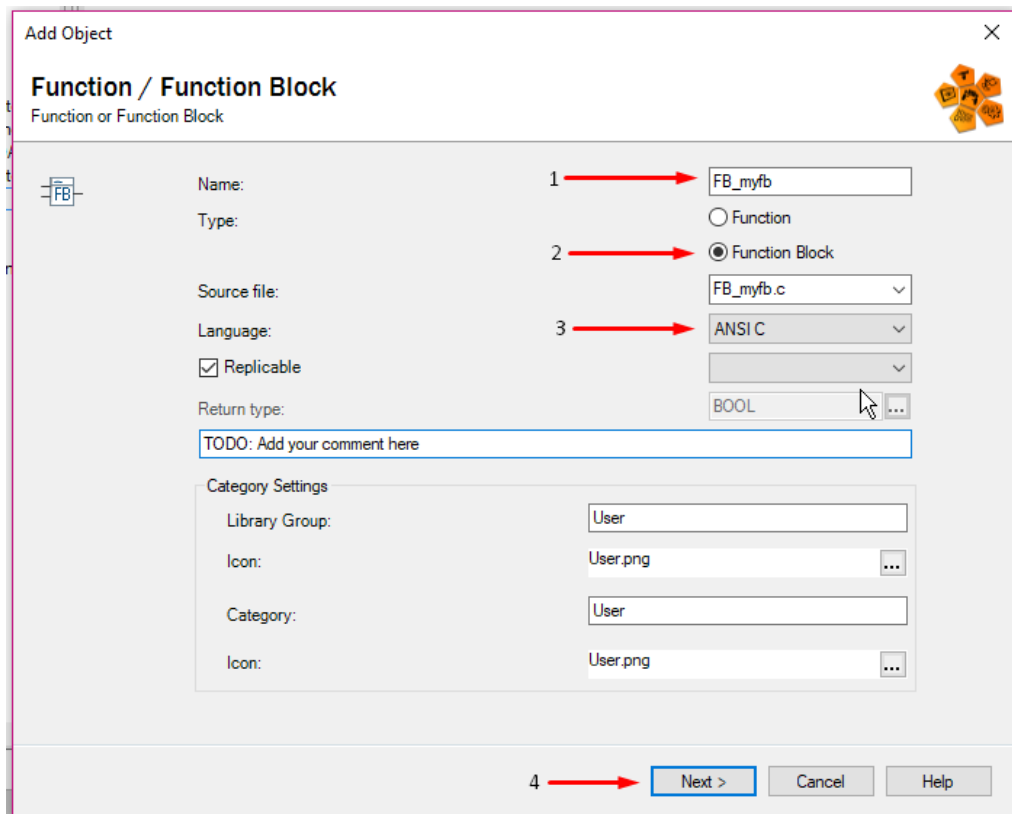

Рисунок 4.4.13. Результат создания новой библиотеки.
1.1.1. В открывшемся окне задаем имя новому функциональному блоку ([1] на рис. 4.4.13), выбираем, что хотим создать именно функциональный блок, а не функцию ([2] на рис. 4.4.13), выбираем язык ANSI C ([3] на рис. 4.4.13), нажимаем «далее» ([4] на рис. 4.4.13).